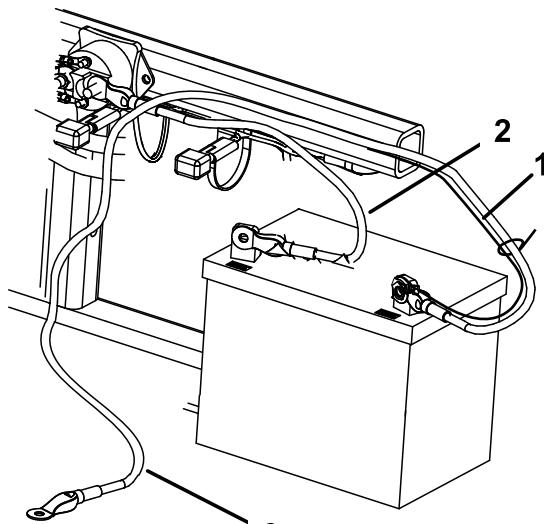

Рисунок 5
- 2. Закрепите положительный провод (красный) на положительной (+) клемме болтом ($\frac{1}{4} \times \frac{5}{8}$ дюйма) и контргайкой (Рисунок 5).
3. Подсоедините короткий черный провод и отрицательный кабель (черный) к отрицательной (-) клемме аккумулятора болтом ($\frac{1}{4} \times \frac{5}{8}$ дюйма) и контргайкой ($\frac{1}{4}$ дюйма) (Рисунок 5).